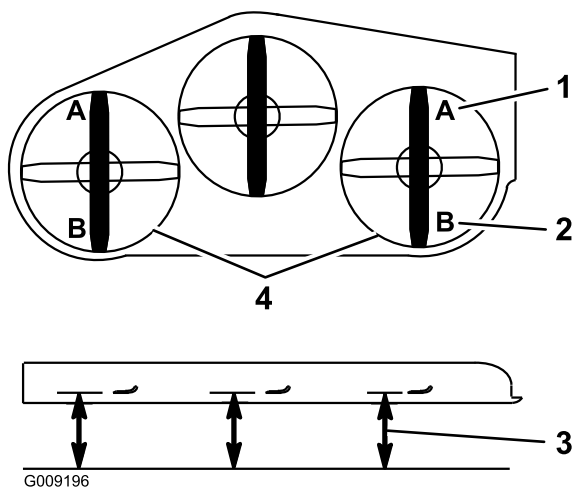

Figura 92
9. En ambos lados de la carcasa, mida desde la superficie nivelada hasta la punta delantera de la cuchilla (Posición A). La distancia debe ser de 7.6 cm (3"), según se muestra en Figura 92.
15. En ambos lados de la carcasa, mida desde la superficie nivelada hasta la punta trasera de la cuchilla (Posición B), según se muestra en Figura 92.